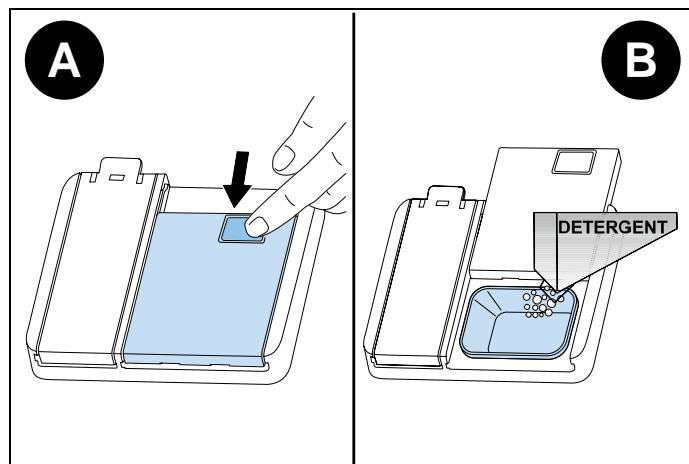

Fig. 67
- 1) Poussez le loquet pour ouvrir le distributeur de détergent, comme indiqué dans l'illustration (Fig. 67 A)
- 2) Versez/placez le détergent dans le distributeur (Fig. 67 B)